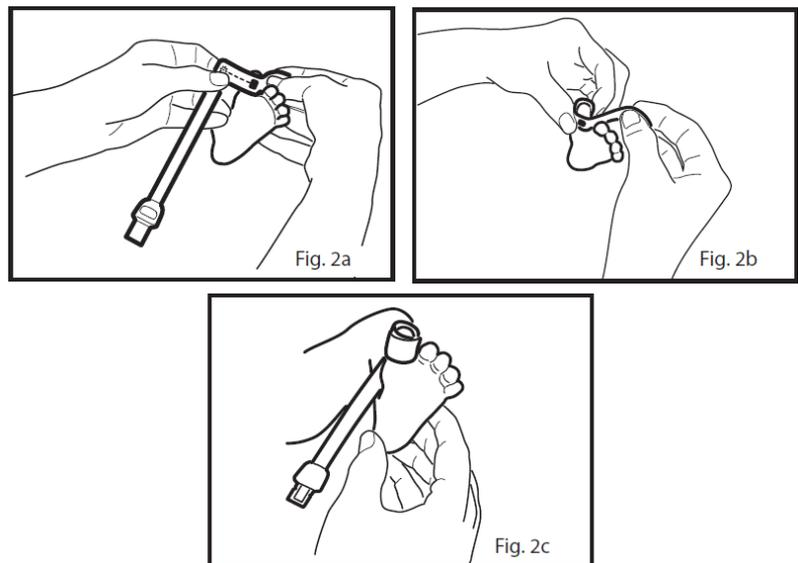

Fig. 21 RD SET Sensor Anwendung für Kleinkinder 3-20 kg
- 2 Siehe Bild 2a in Fig. 21: Verlegen Sie das Sensorkabel so, dass es an der Oberseite des Fußes entlang verläuft. Positionieren Sie den Detektor auf dem fleischigen Polster der großen Zehe. Alternativ kann auch der Zeh neben dem großen Zeh oder der Dau-
- 3 Siehe Bild 2b in Fig. 21: Wickeln Sie die Klebefolie so um den Zeh, dass der Sender auf dem Nagelbett des großen Zehs positioniert ist. Um genaue Daten zu erhalten, muss das Detektorfenster vollständig abgedeckt werden.
- 4 Siehe Bild 2c in Fig. 21: Vergewissern Sie sich, dass das Senderfenster (roter Stern) auf der Oberseite der Zehe direkt gegenüber dem Detektor ausgerichtet ist. Überprüfen Sie die korrekte Positionierung und positionieren Sie sie gegebenenfalls neu.